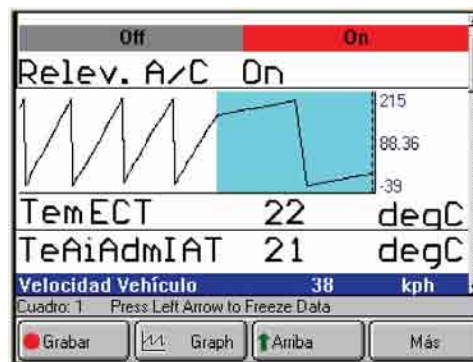

Figura 7.16: Pantalla Línea de Datos - Función Ampliar (Zoom)
- 4 Presione la tecla **ENTER**. Esto amplía el parámetro seleccionado, como se muestra en Figura 7.16.